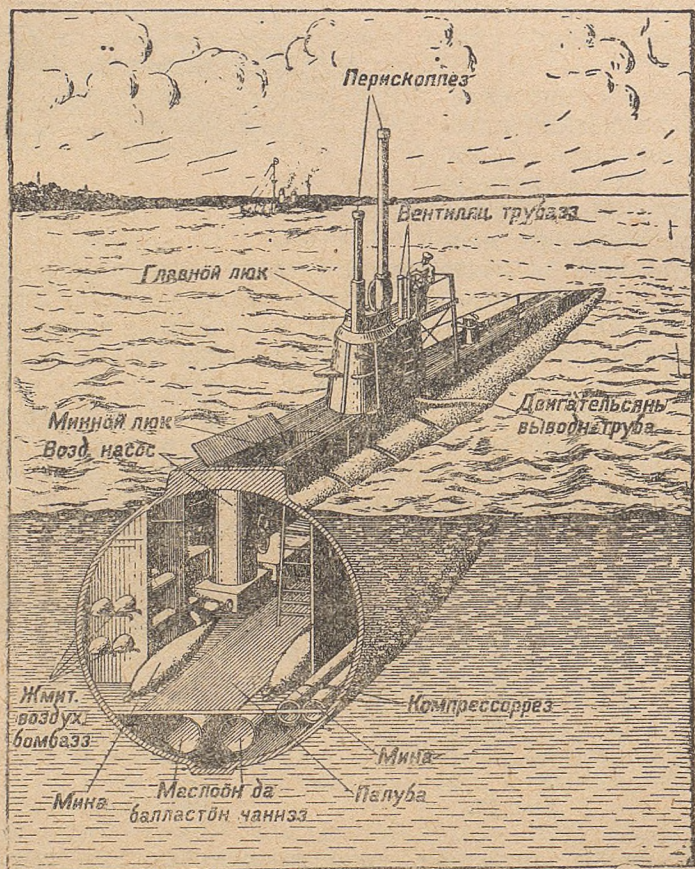

Рис. 77. Ва пытйкёт уялан пыж.
55. Ва пытшкөт уялан пыж. Ва пытшкөт уялан пыжөн шусьө военной судно, кёда вермас лэдзчысны ва пытшкө и вешшыны сэтчин мыйкө дырна любөй направлөннён. Судносө пыжөн шубмыс оз лөсэв, сідз кызд ва пытшкөт уялан ыджыт пыжжес овлөн кузянас 100 м-өдз и даже неыджыт пыжжес кузянас овлөн 30 м (рис. 77).
Пыжын уддорсь частяс (рис. 77) куйлоны камераэз, кодна тыртсьоны ва-